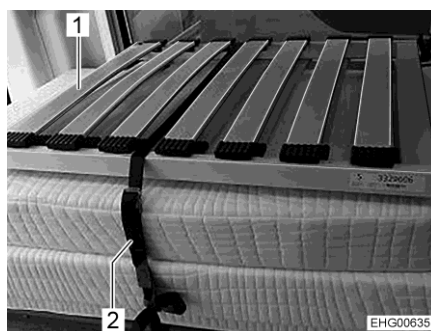

Fig. 48 Cama trasera (posición de transporte)
- Soltar el cinturón de retención (Fig. 48,2).
- Depositar los somiers (Fig. 48,1) uno detrás de otro encima del pasillo central (en los listones del armario inferior).
- Apilar los cojines y somiers sobre el armario inferior izquierdo del modo mostrado en Fig. 48.
- Retener los cojines y somiers con el cinturón de retención (Fig. 48,2). Para ello, pasar el cinturón de retención por las argollas previstas y colocarlo alrededor de los cojines y los somiers en forma de lazo.